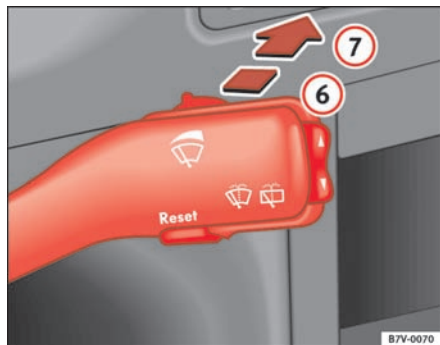

Fig. 81 Betjeningsarm til viskere og sprinklere
- Skub betjeningsarmen fremad til position 6 ⇒ fig. 81. Viskeren kører ca. hver 6. sekund.
- Skub betjeningsarmen helt fremad til position 7 ⇒ fig. 81. Bagrudesprinkleren går i gang med det samme, mens bagrudeviskeren starter lidt senere, og fortsætter med at køre, så længe betjeningsarmen er i denne position.